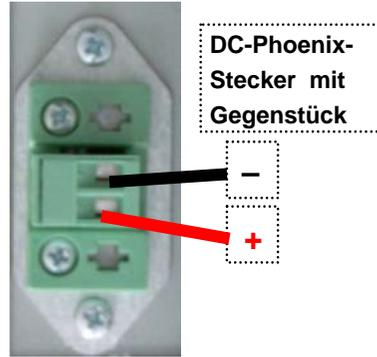

Abb. 7a: DC-Phoenix-Stecker mit Gegenstück (mitgeliefert)
5. Die Leitung in die entsprechende Befestigungsklemme einschieben. Achten Sie dabei auf die Polarität der Anschlüsse (siehe *Abb. 7a*).